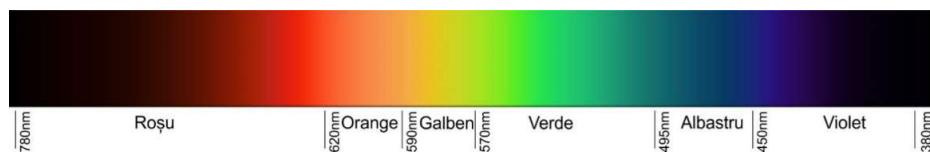

Figura 1. Spectrul vizibil
- Culoare – este dată de frecvență (se măsoară în Hz) sau lungimea de undă a radiației (se măsoară în nanometri). Culoarea, din punct de vedere tehnic, nu este același lucru cu culoarea percepță de ochiul uman, acesta făcând o sinteză a trei culori elementare: roșu, verde și albastru (RGB – din engl. *red, green, blue*). Spectrul vizibil începe cu culoarea roșu (610-780 nm) și se termină cu culoarea violet (380-424 nm), așa cum se observă în Figura 1.